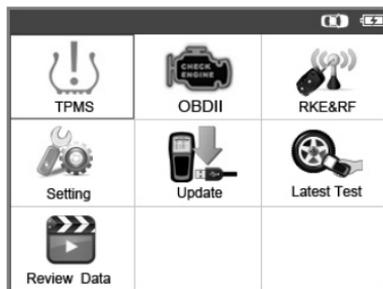

Figura 3.1
- 4) Accendere lo strumento TPMS premendo il pulsante di **accensione** e attendere la visualizzazione del menu principale. (Figura 3.1)
- 1) Utilizzare i pulsanti di scorrimento **SU/GIÙ** e **DESTRA/SINISTRA** per selezionare **TPMS** dal **Menu principale** (figura 3.1) e premere il pulsante **S** per confermare.